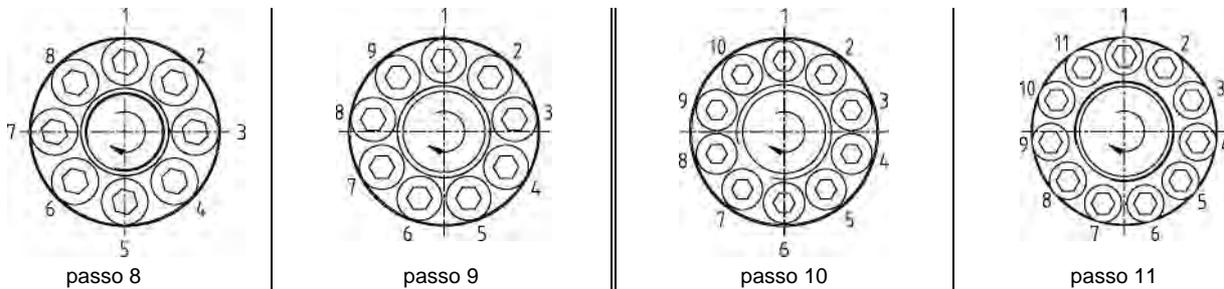

figura 30: serraggio delle viti di pressione (una alla volta)
- Ora stringere una vite di pressione alla volta e con diversi giri fino a raggiungere la coppia di serraggio massima (vedere la figura 30).